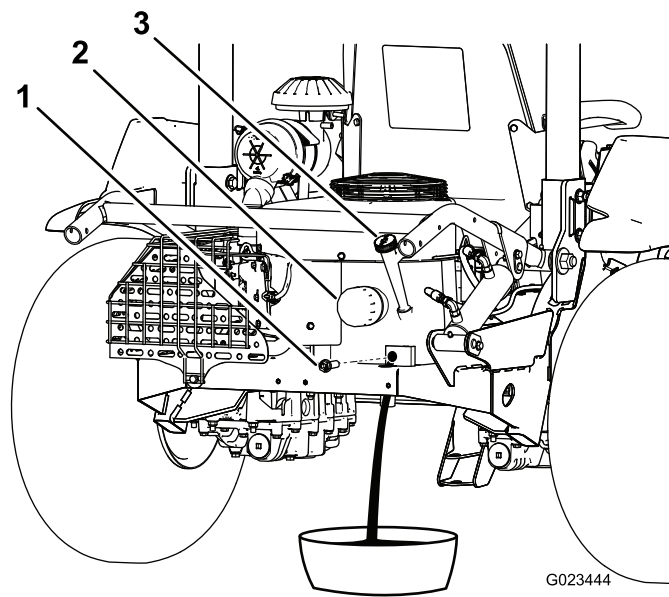

Figura 37
- Retire el tapón de vaciado (Figura 37) y deje que el aceite se drene en un recipiente apropiado. Cuando el aceite deje de fluir, coloque el tapón de vaciado.